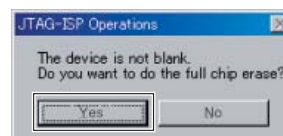

図 5 JTAG-ISP Operations 画面
- 9) [Execute] ボタンをクリックすると下記の JTAG-ISP Operations 画面が表示されます。(図 5)